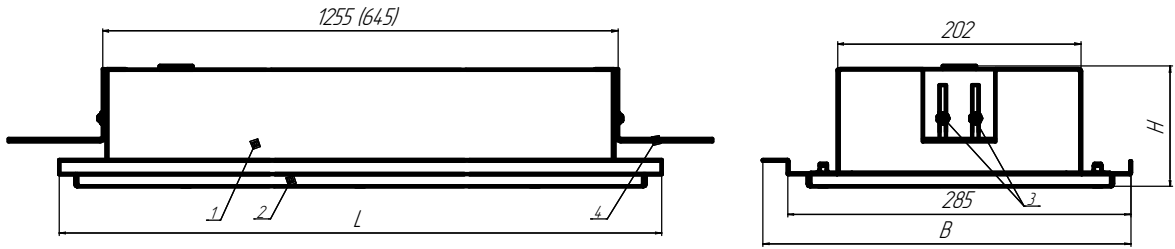

Рисунок 1 - Общий вид и габариты светильника ДВО16
5.3 Выверните отверткой 6 винтов и снимите обечайку с рассеивателем поз.2 (рисунок 1), предварительно открутив шесть винтов поз.3.
5.10 Установите обечайку поз.2 (рисунок 1), на корпус поз.1, предварительно закрутив винты поз.3 при помощи отвертки.